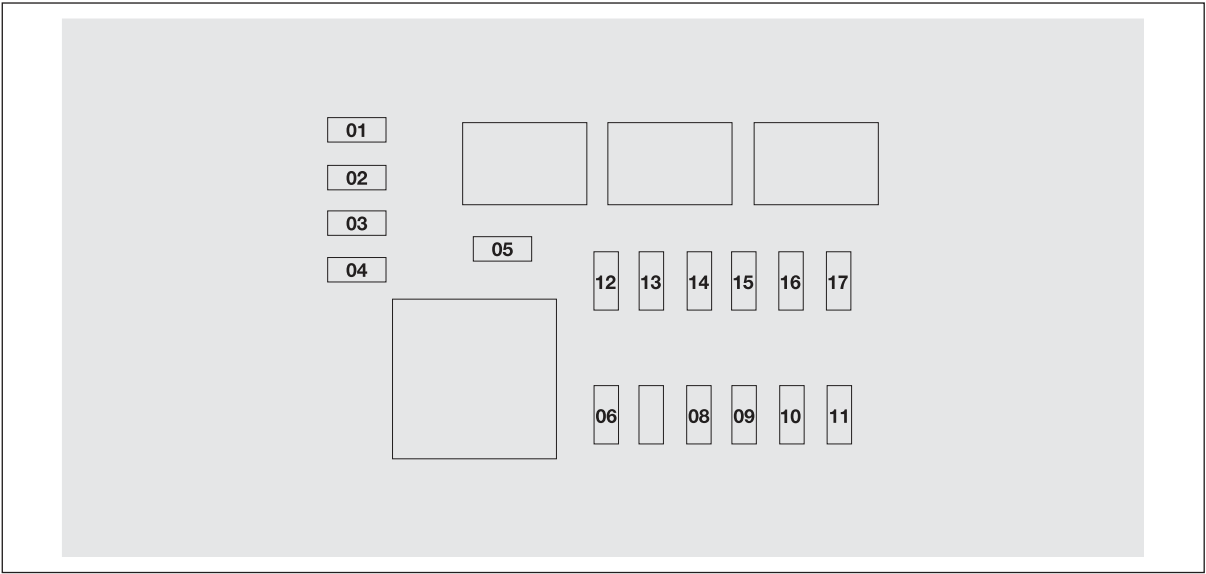

fig. 161
**Boot fuse box fig. 161**
YOUR VEHICLE**Boot fuse box fig. 161****USERS****FUSE****AMPERE**